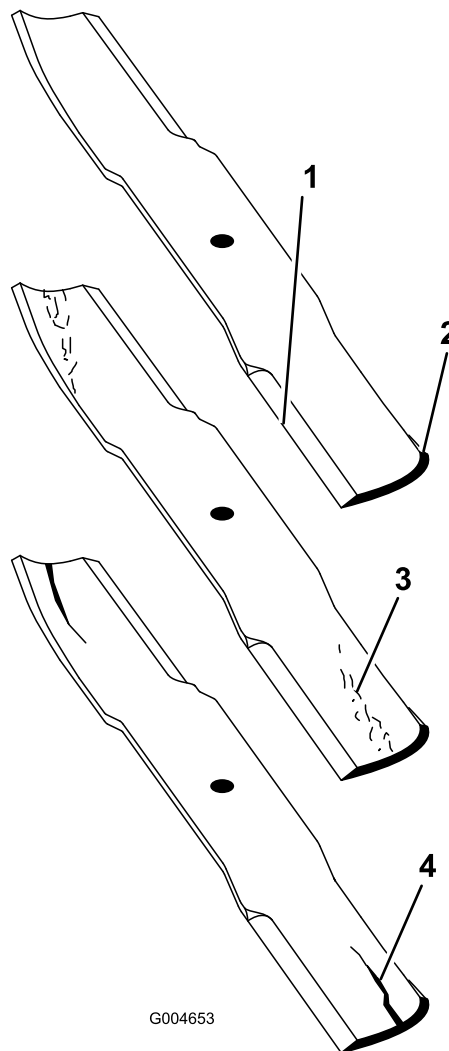

Figura 76
2. Examine cuidadosamente los extremos de corte de la cuchilla, sobre todo en el punto de reunión entre la parte plana y la parte curva de la cuchilla (Figura 76).
Nota: Puesto que la arena y cualquier material abrasivo pueden desgastar el metal que conecta las partes curva y plana de la cuchilla, compruebe la cuchilla antes de utilizar el cortacésped. Si se aprecia desgaste (Figura 76), cambie la cuchilla.